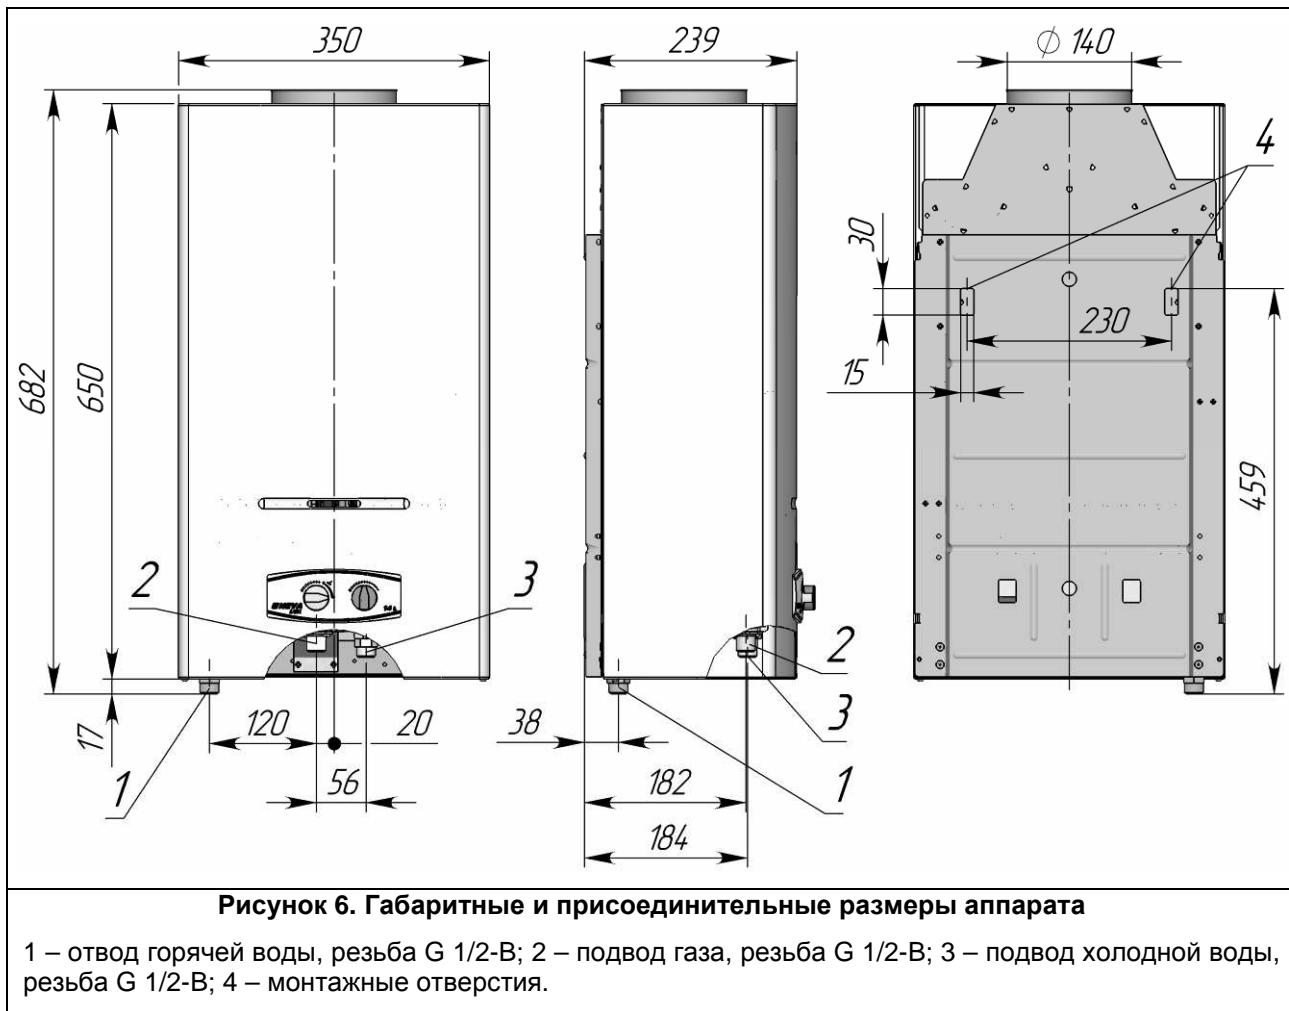

Рисунок 6. Габаритные и присоединительные размеры аппарата
2.4.6 Аппарат навешивается монтажными отверстиями (на задней стенке) на 2 крючка, установленные в стене (крючки и дюбели входят в комплект поставки). Расположение и размеры монтажных отверстий показаны на рис. 6.